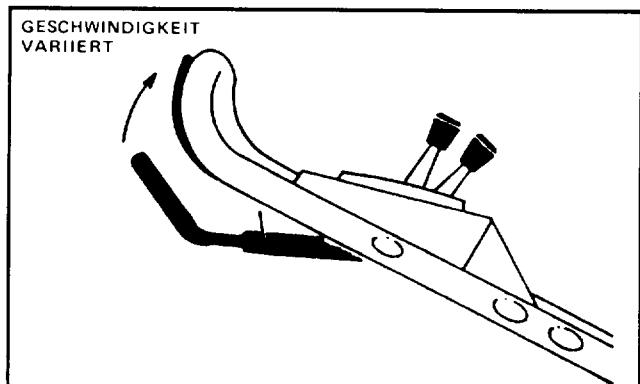

Abbildung 11
5. FAHRBETRIEB – Geschwindigkeitshebel auf gewünschte Einstellung stellen und zum Fahren Antriebshebel gegen den Gestängegriff pressen. Geschwindigkeit variiert entsprechend dem Zwischenraum zwischen Antriebshebel und Griff (Abb. 11).